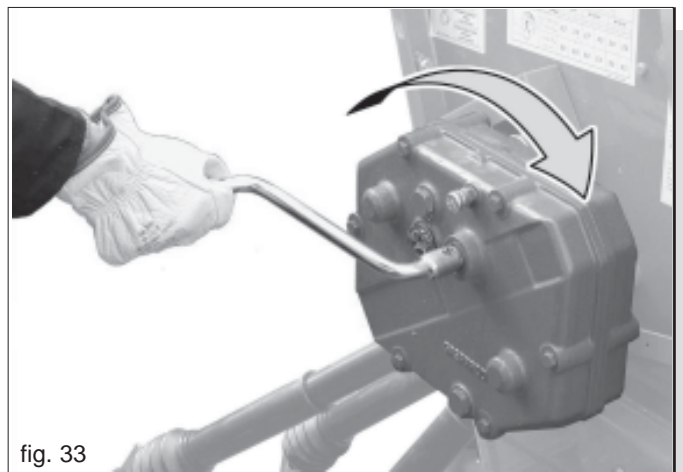

fig. 33
- 4) Insertar la manivela (Fig. 33) en el árbol del embrague y girar en el sentido dextrorso;